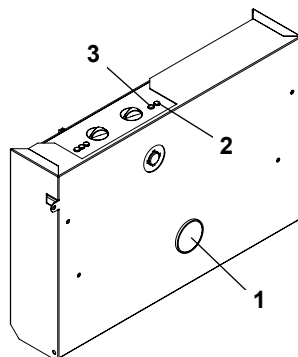

Figura 3.3
Se sul display si visualizza una anomalia **01E** la caldaia è in blocco di sicurezza e **la lampada di blocco della caldaia 2 in Figura 3.3 è accesa.**
Per ripristinare il funzionamento dalla caldaia, premere il pulsante di ripristino (3) presente nel pannello comandi in Figura 3.3.
Pressione bassa del termomanometro 1 in Figura 3.3
Controllate sul termomanometro 1 in Figura 3.3 che la pressione del circuito di riscaldamento non sia prossima a 3 bar; in questo caso si consiglia di scaricare parte dell'acqua dell'impianto attraverso le valvole di sfogo d'aria presenti nei termosifoni in modo da riportare la pressione ad un valore regolare.